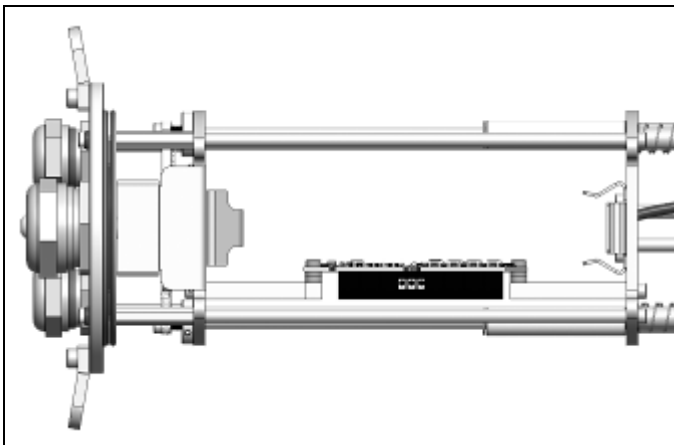

Abbildung 51: Einbau des Industrie-PIF (Ansicht von oben)
5. Fixieren Sie das Industrie-PIF mit den dafür vorgesehenen Schrauben (M3x5) samt Abstandsrings, wie in **Abbildung 51** dargestellt.